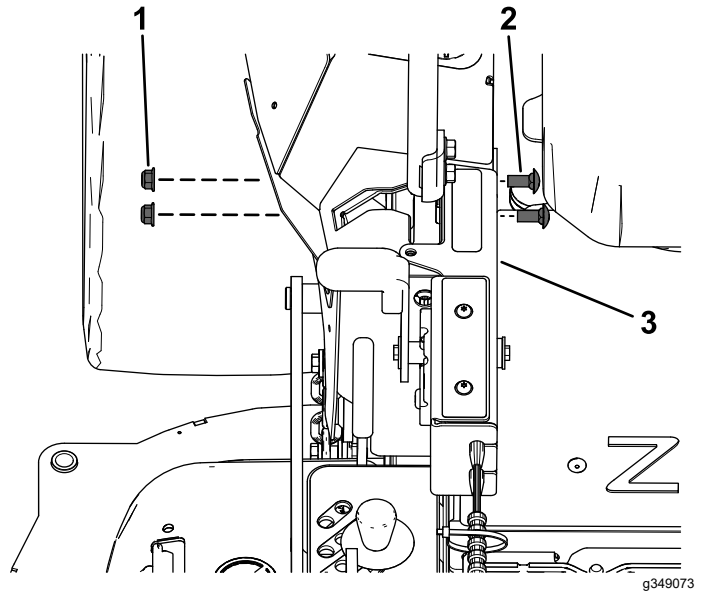

Bild 17
6. Befestigen Sie den Schaltkasten mit zwei Schlossschrauben ($\frac{3}{8}$ " x $\frac{7}{8}$ ") und zwei Sicherungsmuttern ($\frac{3}{8}$ ") an der Abdeckung des rechten Fahrtriebshebels, wie in **Bild 17** dargestellt.